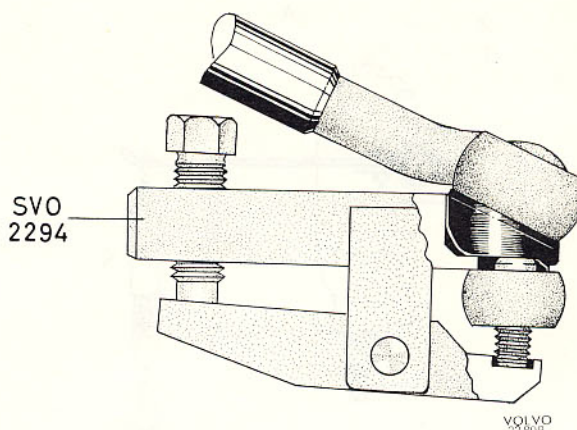
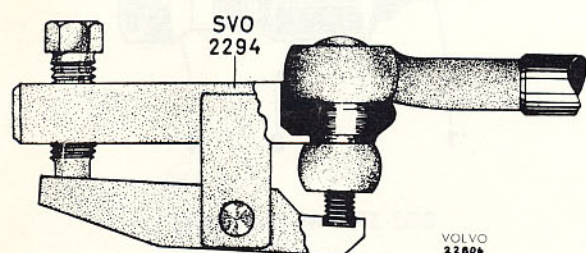

Bild 61. Demontering av stag
Bild 60. Demontering av stag
Styrstagets kulleder är tillverkade i ett med styrstagen varför styrstagets byts komplett. Vid demonteringen tas först saxpinnar och kronmuttrar bort. Därefter placeras verktyg SVO 2294 på kulleden enligt bild 60. Tryck in verktyget ordentligt och se till att gängan på kulleden kommer in i försänkningen på verktyget. Skruva in skruven tills kulleden lossnar. Skall styrstag demonteras med kvarsittande hjul lossas först kulleden vid pitmanarm resp. mellanarm enligt ovan. Därvid vrids styrstaget framåt uppåt och verktyget placeras på kulleden enligt bild 61.
Parallellstagets kulleder kan bytas var för sig. Vid byte lossas först kulleden från pitmanarm resp. mellanarm enligt ovan (bild 60). Därefter lossas låsmuttern resp. klämskruven och kulleden skruvas ur. Den nya kulleden skruvas från början i lika många varv, vilket underlättar inställning av skränkningen. Lås kulleden till staget.
3. Skruva tillbaka skruven på avdragare SVO 2294 och placera verktyget enligt bild 60. Tryck in verktyget ordentligt och se till att gängan på kulleden kommer in i försänkningen. Skruva in skruven tills kulleden lossnar från mellanarmen.